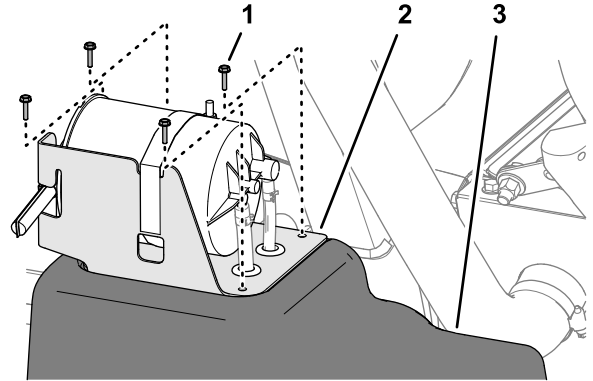

Figura 78
2. En el depósito de combustible, retire los 4 tornillos (N.º 10 x ¾") que sujetan el soporte del cartucho de carbón a la parte superior del depósito de combustible (Figura 78).